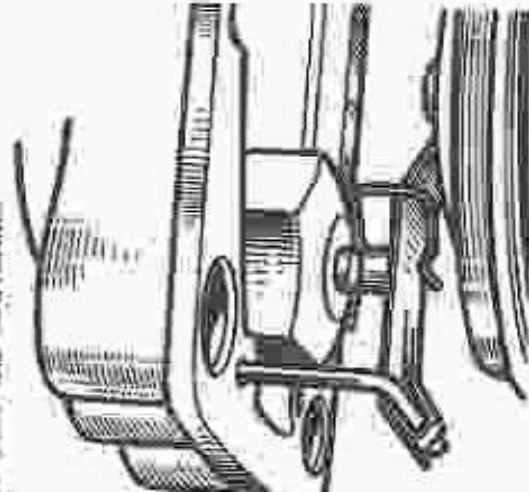

Fig. 2
L'étrier (1) de maintien du nouveau flotteur étant rivé sur le couvercle de cuve, l'adaptation de ce dispositif sur un ancien carburateur ne peut être réalisée qu'à la condition de ne pas gêner (fig. 2) :